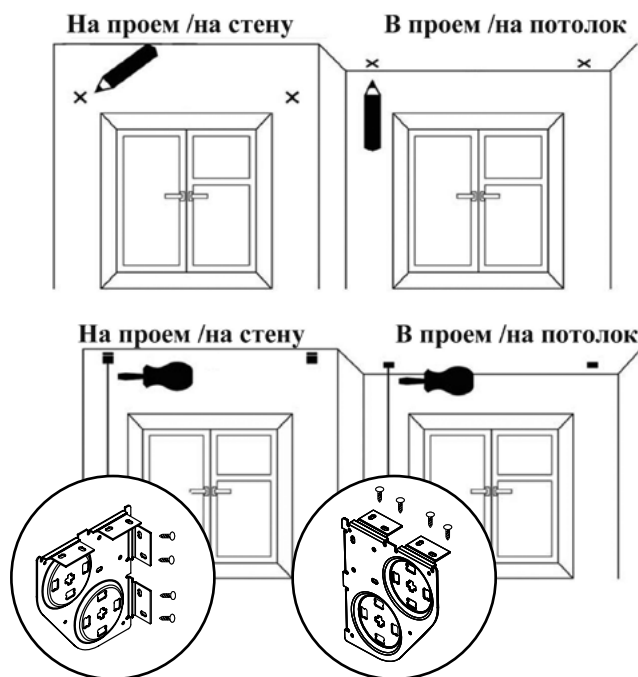

Рис. 1.
1. Разметить предполагаемые места крепления кронштейнов (Рис. 1).